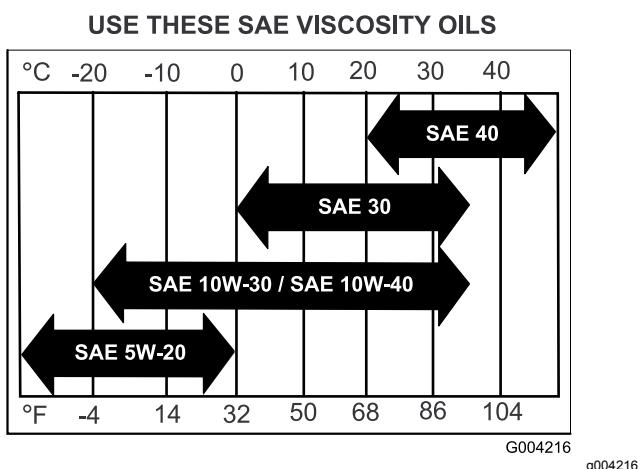

Figura 24
**Viscosidad:** Consulte la tabla (Figura 24).